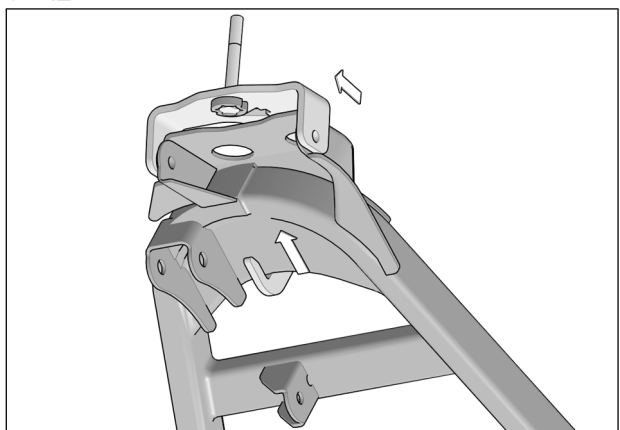

Fig. 8
7. Glisser l'ouverture en «C» de l'extrémité intérieure de l'ancrage au bras de suspension tel que montré à la Fig. 8